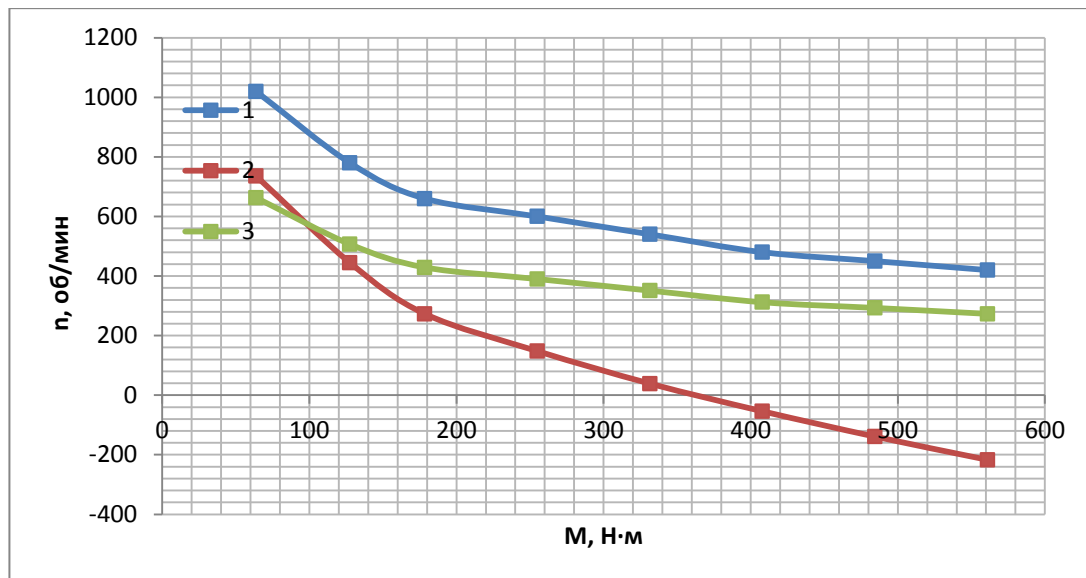

Рисунок 8. Механические характеристики ДПТ ПВ
- 4) Используя кривые универсальных характеристик в о.е. (рис.4), рассчитываем характеристики в абсолютных единицах. Расчеты сводим в таблицу 7. На основании расчетов строим естественную характеристику (рис.8, линия 1).
Результаты расчетов заносим в таблицу 8. На основании расчетов строим искусственную характеристику (рис.8, линия 2).
Результаты расчетов заносим в таблицу 7. На основании расчетов строим искусственную характеристику (рис.8, линия 3).